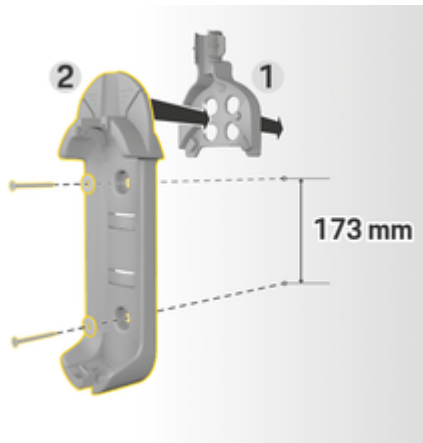

図. 215: ドリル寸法
3. ウォールマウントベース 2 (図. 215) を前からケーブルガイド 1 (図. 215) に押し込みます。